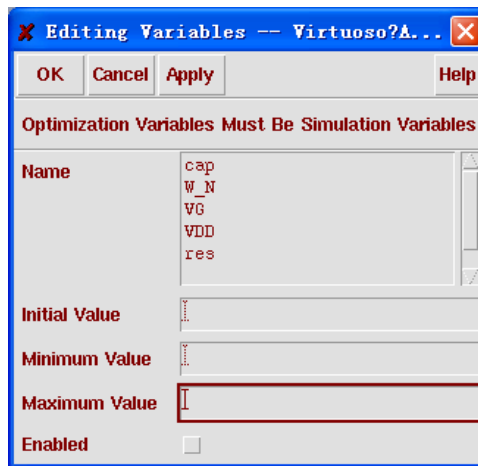

图 11.20 添加一个设计变量
- 1) 选择“Variables” → “Add/Edit” 或者点击“Tool Bar”中的“Add/Edit Variables”按钮，此时“Editing Variables”窗口弹出。如图 11.20 所示。